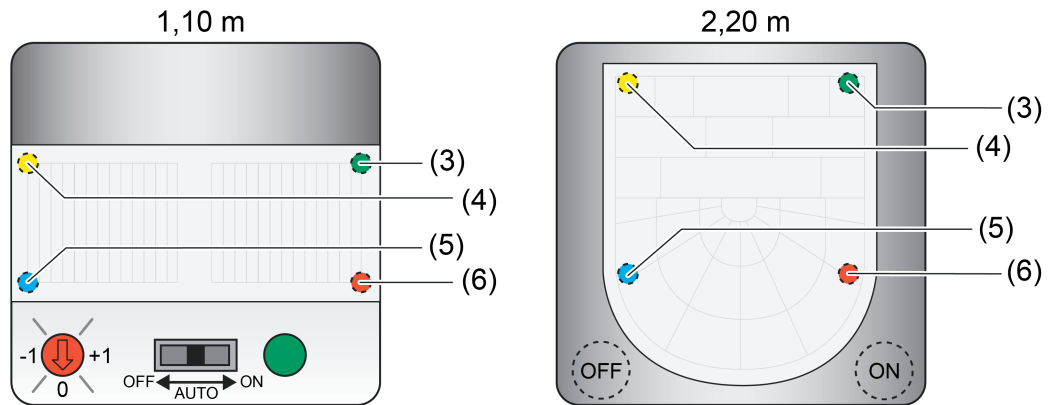

Bild 35: Anordnung der LED zur Anzeige der Betriebszustände
Hinter der PIR-Linse sind 4 LED positioniert, die den Betriebszustand des Geräts signalisieren. Bedarfswise kann für den Funktionsblock eine aktive Betriebsart "ON" durch eine grüne LED (3) und eine aktive Betriebsart "OFF" durch eine gelbe LED (4) zur Anzeige gebracht werden (Bild 35). Ob die Anzeige der Betriebsarten durch die LED erfolgt, wird für "ON" und "OFF" unabhängig voneinander in der ETS durch die Parameter "Anzeige Betriebsart 'ON'" und "Anzeige Betriebsart 'OFF'" auf der Parameterseite "FB1 - Betriebsart / Vor-Ort-Bedienung" konfiguriert.